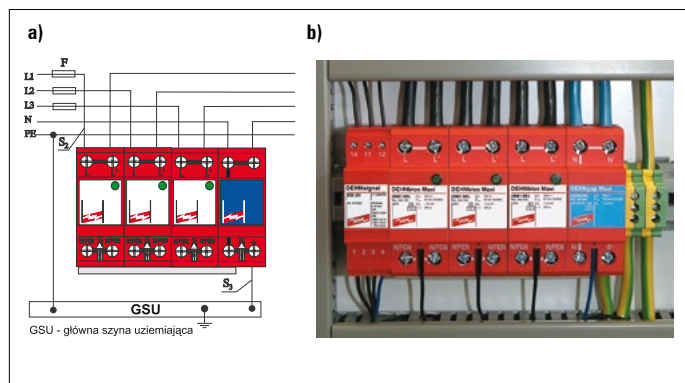

Rys. 1 Rozmieszczenie ograniczników przepięć w instalacji elektrycznej z uwzględnieniem kategorii instalacji elektrycznej
- część prądu piorunowego, jaki może pojawić się w instalacji elektrycznej obiektu wskutek bezpośredniego wyładowania piorunowego w obiekt bądź też w przewody linii napowietrznych lub linie kablowe wchodzące do obiektu (rys. 1),